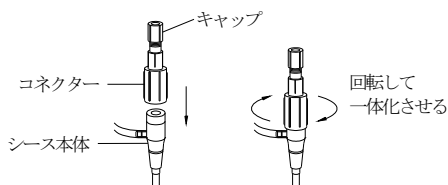

図4
1. 血管内に留置しているシースに、本品のコネクター部を時計方向に回して締め込み、シース本体と一体化させる（図4参照）。